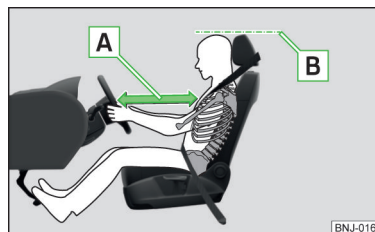

Fig. 1
- ✓ Reglați volanul astfel încât distanța **A** dintre volan și torace să fie de cel puțin 25 cm » fig. 1. Reglarea volanului » pagina 10, Reglarea poziției volanului.
- ✓ Reglați tetiera astfel încât marginea superioară a tetierei să se afle, pe cât posibil, la aceeași înălțime cu partea superioară a capului dumneavoastră1) **B** » fig. 1.
- ✓ Reglați tetiera astfel încât marginea superioară a tetierei să se afle, pe cât posibil, la aceeași înălțime cu partea superioară a capului dumneavoastră1) **[B]** » fig. 1 la pagina 9.
- ✓ Reglați tetiera astfel încât marginea superioară a tetierei să se afle, pe cât posibil, la aceeași înălțime cu partea superioară a capului dumneavoastră **[B]** » fig. 1 la pagina 9.